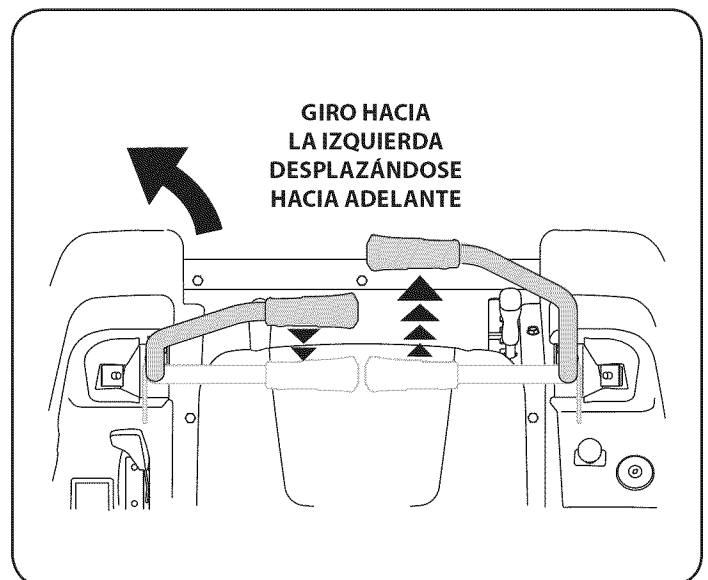

Figura 14
1. Para girar a la izquierda, mueva la palanca de control del lado izquierdo hacia atrás respecto de la palanca derecha. Vea la Figura 14.